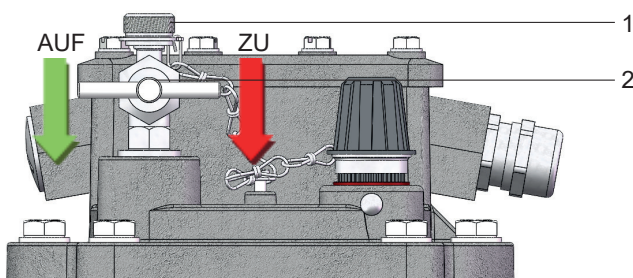

Abb. 11 - Deckel des Gasrelais
- kleine Hutmutter (Abb. 11/ Nr. 1) vom Entlüftungsventil (Abb. 11/ Nr. 2) abschrauben und Entlüftungsventil öffnen (Drehen entgegen dem Uhrzeigersinn)